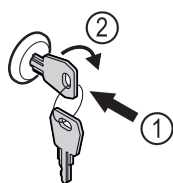

Fig. 57
- Sätt in nyckeln Fig. 57 (1).
- Vrid nyckeln 90° medurs Fig. 57 (2).